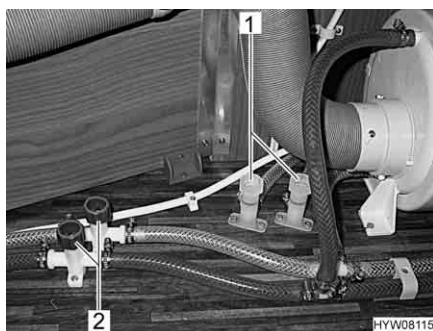
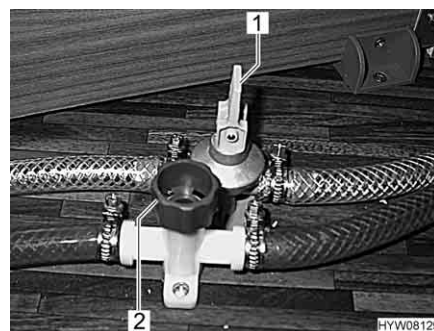

Fig. 152 Rubinetti di scarico scaldacqua
Fig. 153 Rubinetti di scarico del boiler
- Chiudere tutti i rubinetti di scarico. A tal fine ruotare i coperchi (Fig. 152,1 e 2 o Fig. 153,2) in senso orario oppure posizionare la leva a bilanciere (Fig. 153,1) in posizione orizzontale.